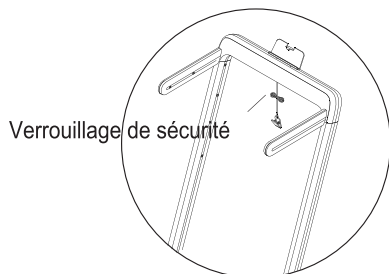

Figure 1
1. Étirer vers le bas Pliez légèrement vos genoux et pliez lentement votre corps pour détendre votre dos et vos épaules. Et essayez de toucher vos orteils avec vos mains. Maintenez la position pendant 10 à 15 secondes, puis détendez-vous. Répétez 3 fois (voir figure 1)
2. Tenez la télécommande et dirigez-la vers l'écran d'affichage du moulin (comme indiqué sur la figure 2) dans les 10 secondes après avoir débranché le verrou de sécurité du tapis de course (comme illustré sur la figure 1). Pendant ce temps, appuyez sur le bouton démarrer / pause de la télécommande pendant environ 3 secondes et le système émettra un son "didi", ce qui indique que la télécommande et le tapis de course ont été appariés avec succès et que la télécommande peut être utilisée pour contrôler le tapis de course normalement.